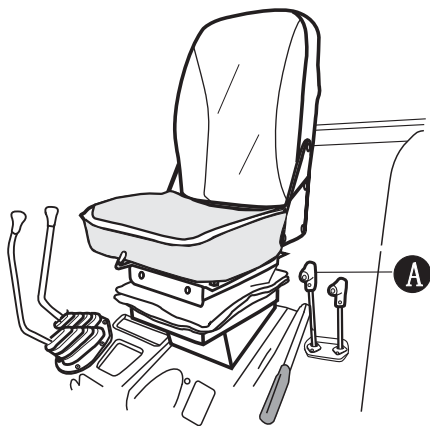

图 4-35 动力输出轴的操纵
同步式及独立式动力输出轴由动力输出轴操纵手柄 ① (见图4-35)操纵。